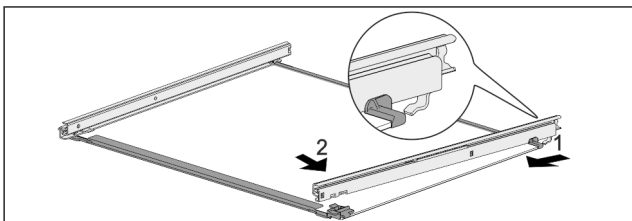

Fig. 121 Glasplatte mit Schienen
- Schiene hinten einhaken. *Fig. 121 (1)*
- Schiene vorne einrasten. *Fig. 121 (2)*